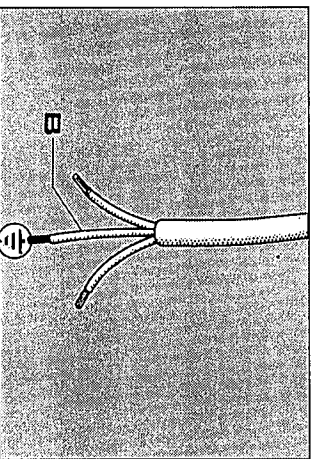

Fig. 21
- Le fil de terre B (fig. 21) vert-jaune, doit être relié à une installation de terre efficace.